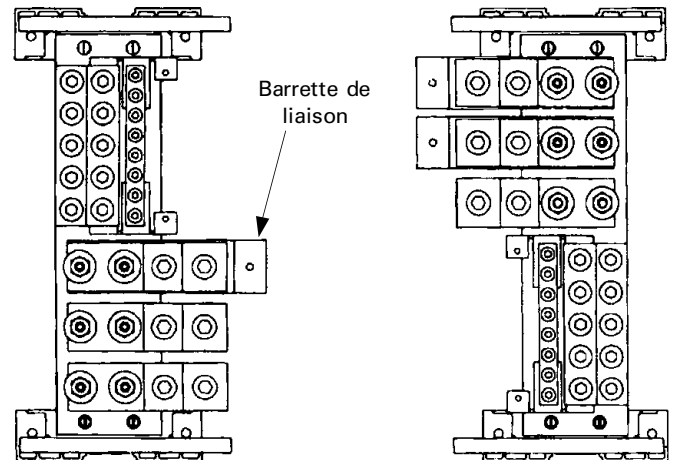

Figure 3. Neutre monté sur la paroi arrière du boîtier.
2. Fixer le côté opposé du neutre au boîtier à l'aide de deux vis autotaraudeuses 10-32 x 11/16" fournies. Serrer à 27-32 lb-po. La Figure 3 montre le neutre monté sur la paroi arrière du boîtier.
3. Lorsqu'une barrette de liaison est nécessaire pour les applications de panneau de branchement, desserrer d'abord les écrous des connecteurs de câble aux positions indiquées à la Figure 3. Glisser la barrette de liaison fournie avec le neutre, sous le connecteur, puis resserrer les écrous à 200-250 po-lb.